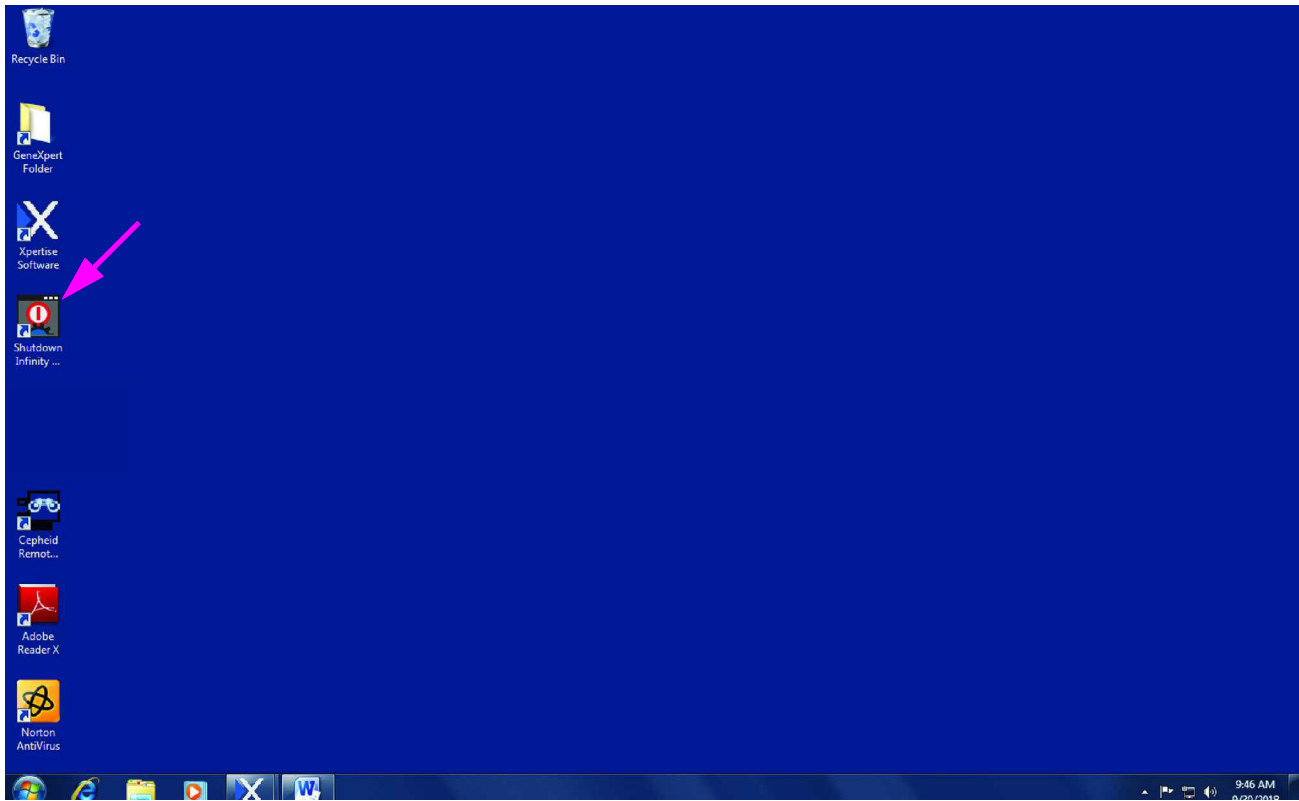
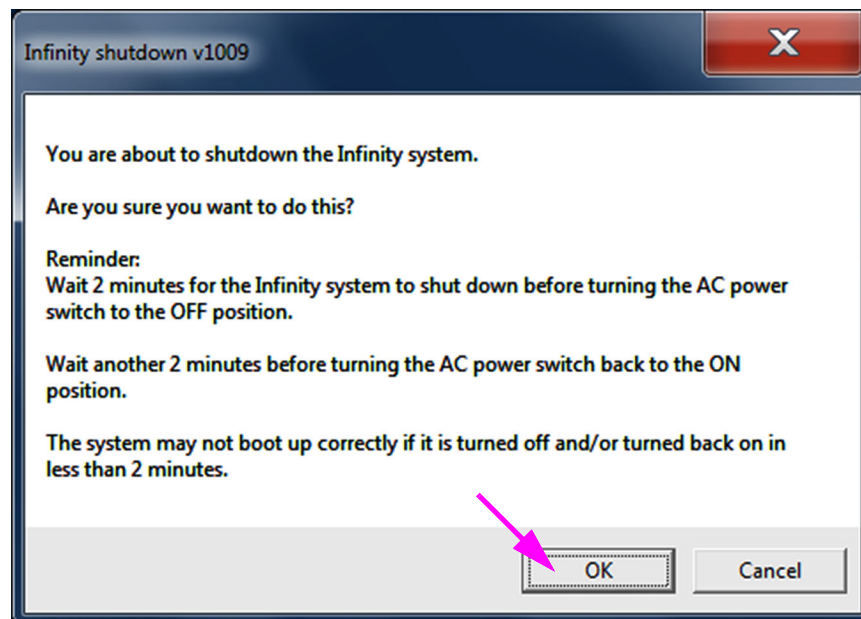

图 5-24. 显示关闭 (Shutdown Infinity) 图标的桌面
图 5-25. Infinity 关机确认对话框
4. 完成数据库管理任务后，将显示确认工作区。选择**确定 (OK)** 按钮关闭确认工作区。
5. 选择**关闭 (CLOSE)** 按钮（请参见图 5-23）以退出 Xpertise 软件。将显示 Windows 桌面。请参见图 5-24。
6. 双击自助服务终端计算机桌面上的**关闭 (Shutdown Infinity)** 图标。请参见图 5-24。出现 Infinity 关闭确认对话框。请参见图 5-25。
7. 选择**确定 (OK)** 按钮。请参见图 5-25。